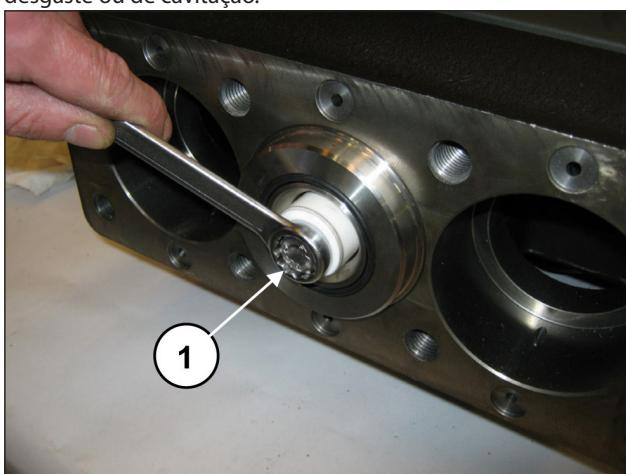

Fig. 166
Providencie a desmontagem dos pistões, soltando os parafusos de fixação (pos. ①, Fig. 166).